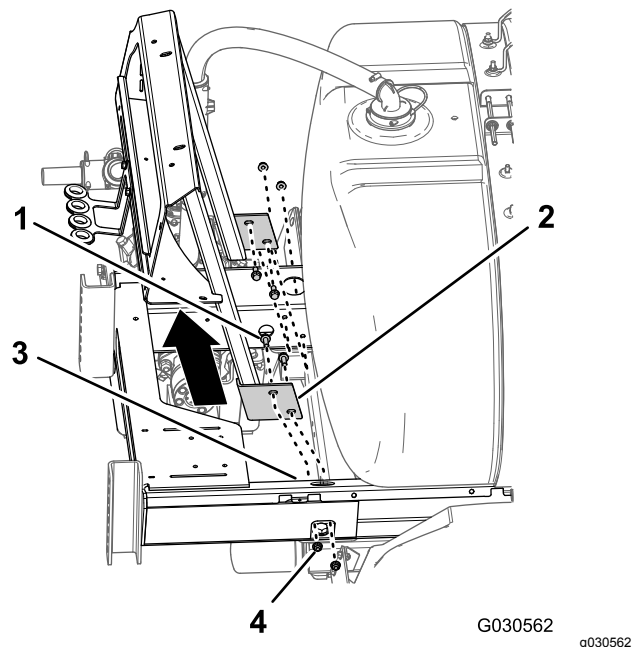

Figure 99
3. Retirez les 4 boulons à embase (3/8" x 1") et les 4 contre-écrous à embase (3/8") qui fixent la bride du support de collecteur au cadre du châssis du pulvérisateur, et déposez le support de collecteur de la machine (Figure 99).